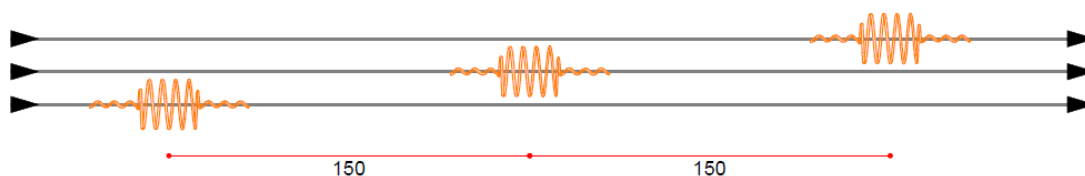

Figura 1 – Montagem de Esfera de Sinalização Diurna em Redes Aéreas com Condutores Nus
6.14. A sinalização de linhas de distribuição é feita em conformidade com os procedimentos adotados para linhas de transmissão, de acordo com as ABNT NBR 6535, ABNT NBR 7276, ABNT NBR 15.237, ABNT NBR 15.238 e a Figura 1.